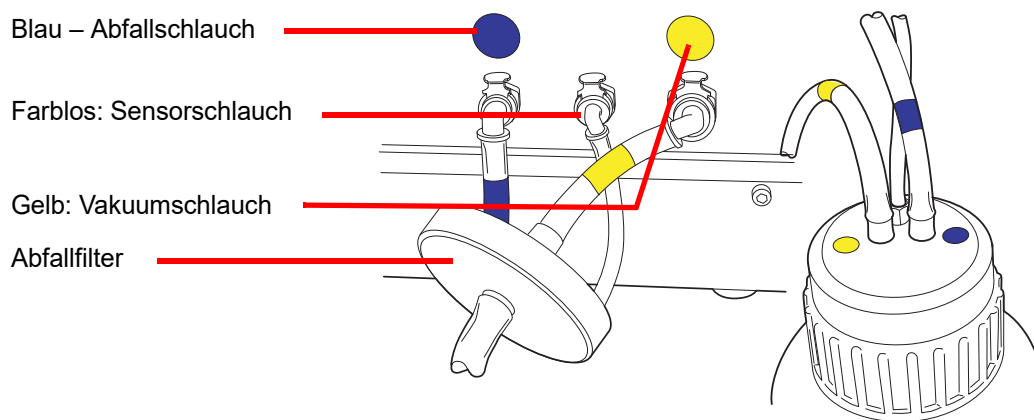

Abb. 8-13 Schlauchverbindungen der Abfallflasche
3. Die drei Anschlüsse für die Abfallflasche an der Rückseite des ThinPrep 5000 Prozessors ausfindig machen. Siehe Abb. 8-13. Die Knöpfe der Anschlüsse müssen nach unten/innen zeigen.